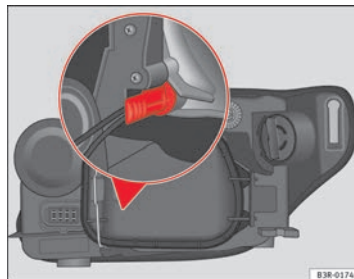

Abb. 203 Standlicht.
- Die Glühlampe am Sockel so einsetzen, dass der Halter des Lampenträgers zur Wand in senkrechter Stellung bleibt ⇒ Abb. 203, und Druck auf den Sockel ausüben. ▶